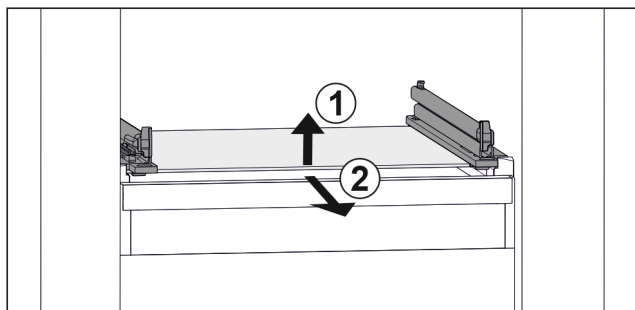

Fig. 123 Reprezentare exemplificativă a plăcii de sticlă
- Ridicați placa de sticlă din față. Fig. 123 (1)
- Extrageți placa de sticlă spre înainte. Fig. 123 (2)